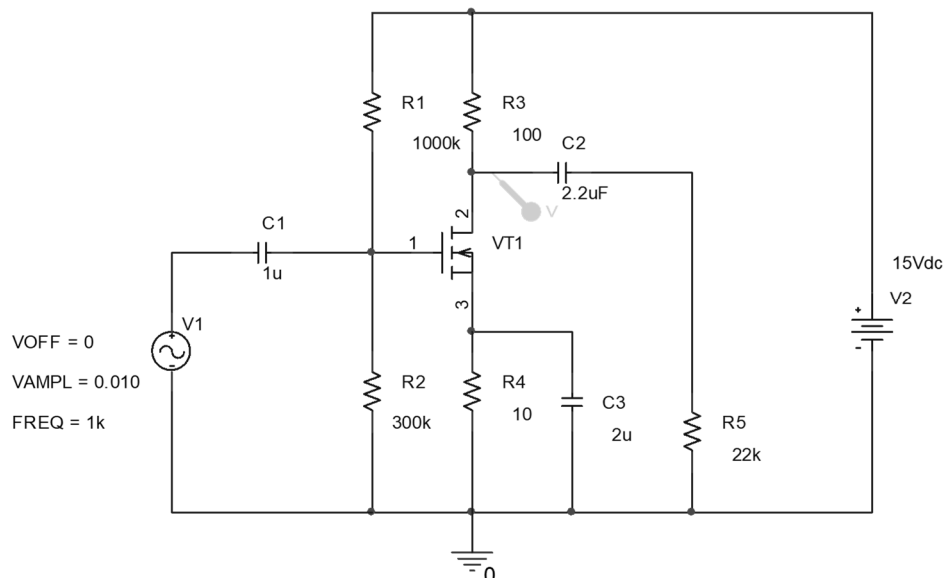

Рисунок 1 – Схема усилительного каскада с ОИ на n-канальном МДП-транзисторе
3. Для схемы усилительного каскада с ОИ (рисунок 1) рассчитать параметры режима покоя: